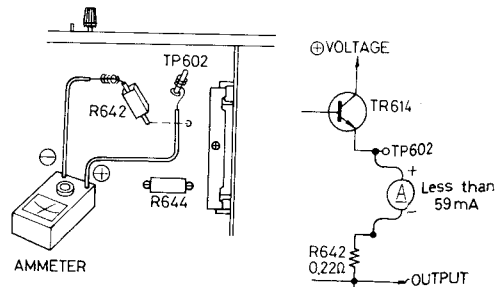

Fig. 3 (Abb. 3)
2. Connect the ammeter as shown in Fig. 3 (Case of right channel).
2. Schließen Sie das Ammeter an, wie in Abb. 3 gezeigt.
4. Falls die Anzeige einige Minuten nach dem Einschalten weniger als 59 mA beträgt, so ist die Schaltung in Ordnung. Liegt die Anzeige über 59 mA, schneiden Sie den Leitungsdraht für ① im Falle des linken Kanals weg. (oder den Leitungsdraht für ② im Falle des rechten Kanals).